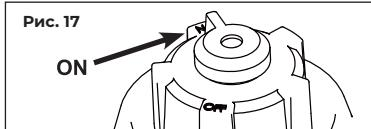

Рис. 17
1. Поверните клапан крышки топливного бака в положение «ON» (рис. 17).